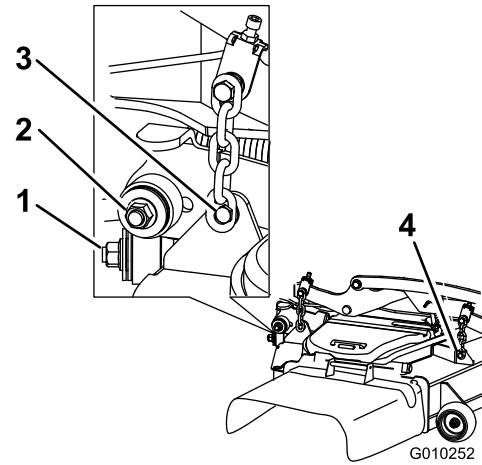
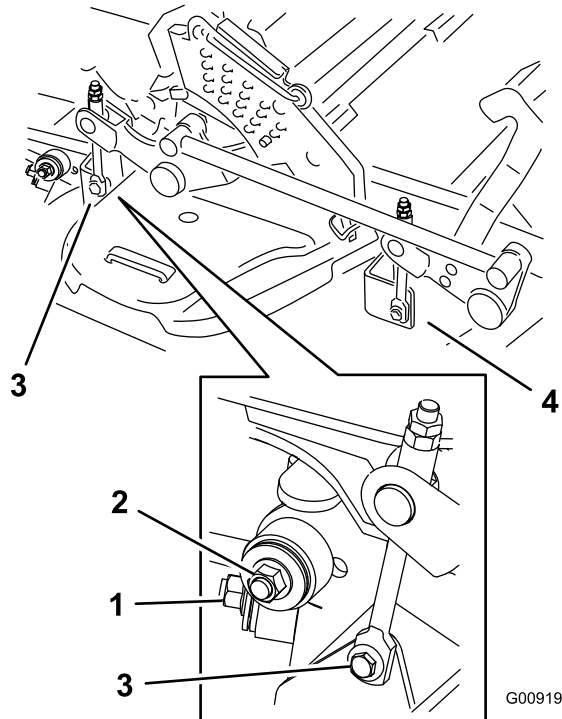

Figura 105
Figura 106
- Retire y guarde los herrajes de ambos lados de la carcasa, según se muestra en **Figura 105** o **Figura 106**.